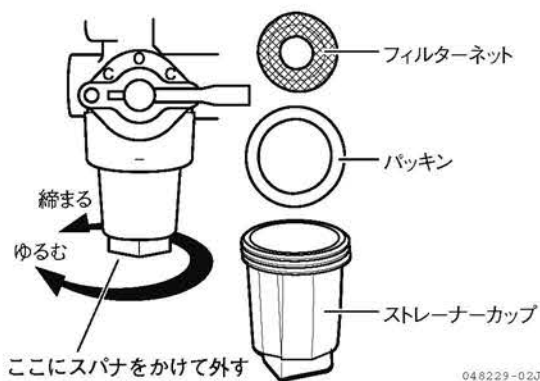

図 4-33 燃料コシ器エレメント
2. 燃料コシ器下部の四角部を工具（10 mmのスパナ）でゆるめます。(図 4-33)
4. フィルターネット、パッキン、ストレーナーカップの順に元通りに取り付けます。(図 4-33)